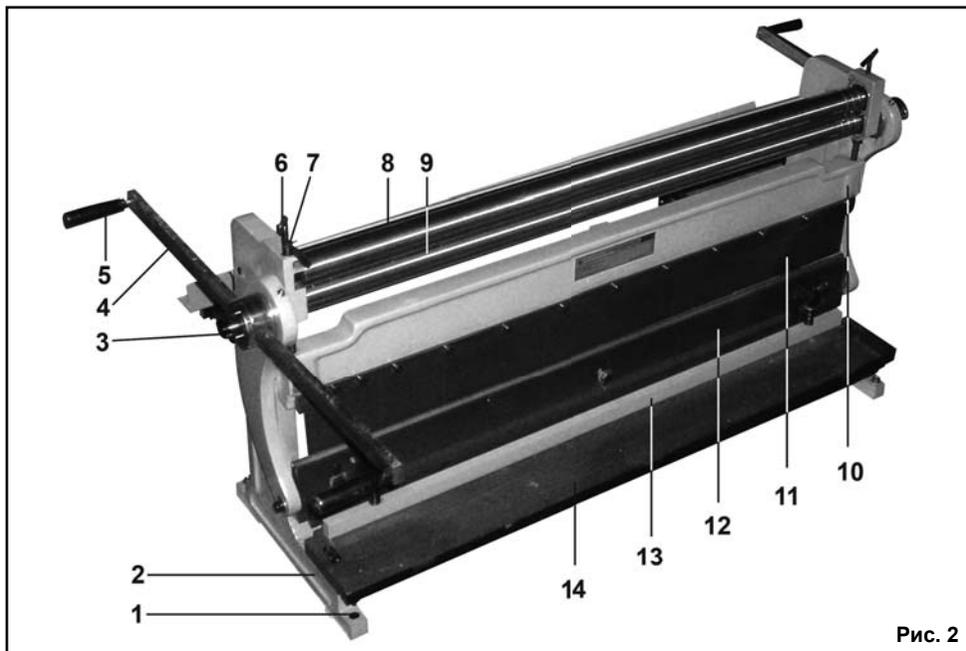
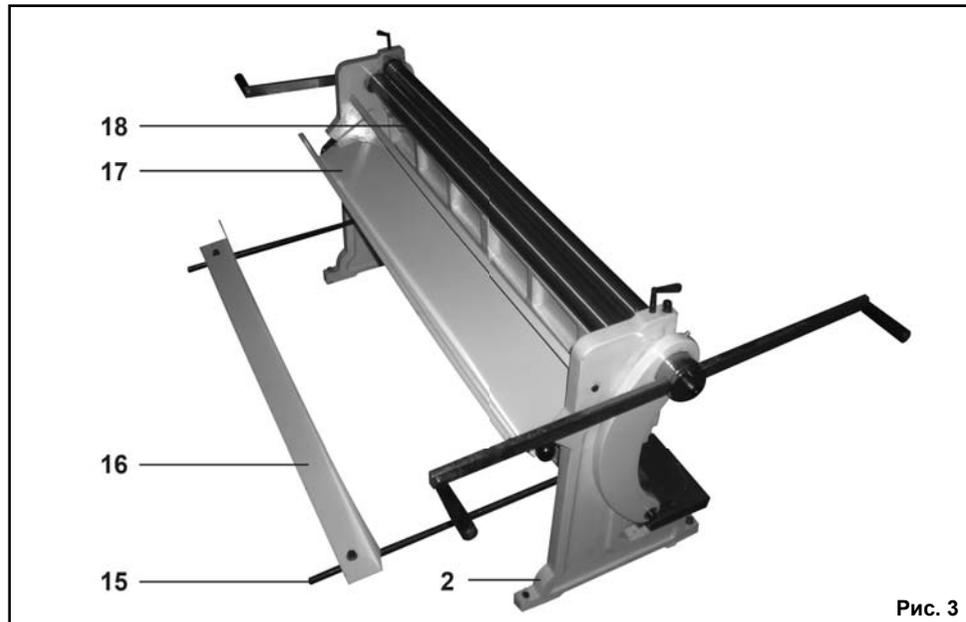

Рис. 2
Рис. 3
ную планку (16), Рис.3, в специальные резьбовые отверстия нижней пластины (12). Положение упорной планки (16) определяется разметкой заготовки.
9.3.2. Поверните ручку (4) за рукоятку (5) до подъема верхней пластины (11) относительно нижней пластины (12) на высоту более толщины заготовки.
#### 9.4. Резание (Рис. 2, Рис. 3)
9.4.1. Как показано на Рис.3, установите направляющие (15) и упорную планку (16) в специальные резьбовые отверстия с обратной стороны рабочего стола (14). Положение упорной планки (16) определяется разметкой заготовки.
#### 5. УСТРОЙСТВО (Рис. 2, Рис. 3)
## 7. МОНТАЖ (Рис.2, Рис. 3)
## 8. СБОРКА (Рис. 2, Рис. 3)
Как показано на Рис. 2, установите ручки (4), положение зафиксируйте установочным болтом (3). На ручках (4) установите и закрепите рукоятки (5). Как показано на Рис.3, в основание (2) вкрутите две направляющие (15). На направляющих (15) установите и закрепите упорную планку (16).
### 9.1. Подготовка к работе (Рис. 2, Рис. 3)
### 9.3. Изгибание под углом 90°, отбортовка. (Рис. 2, Рис. 3)